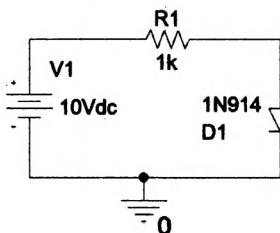

Рис. 14.1. Схема модели с диодом
1. Создадим новый проект PR-22. Из библиотеки pspice > advanls > di выберем диод 1N914 и соберем схему (рис. 14.1). Добавим файл di в библиотеки проекта.